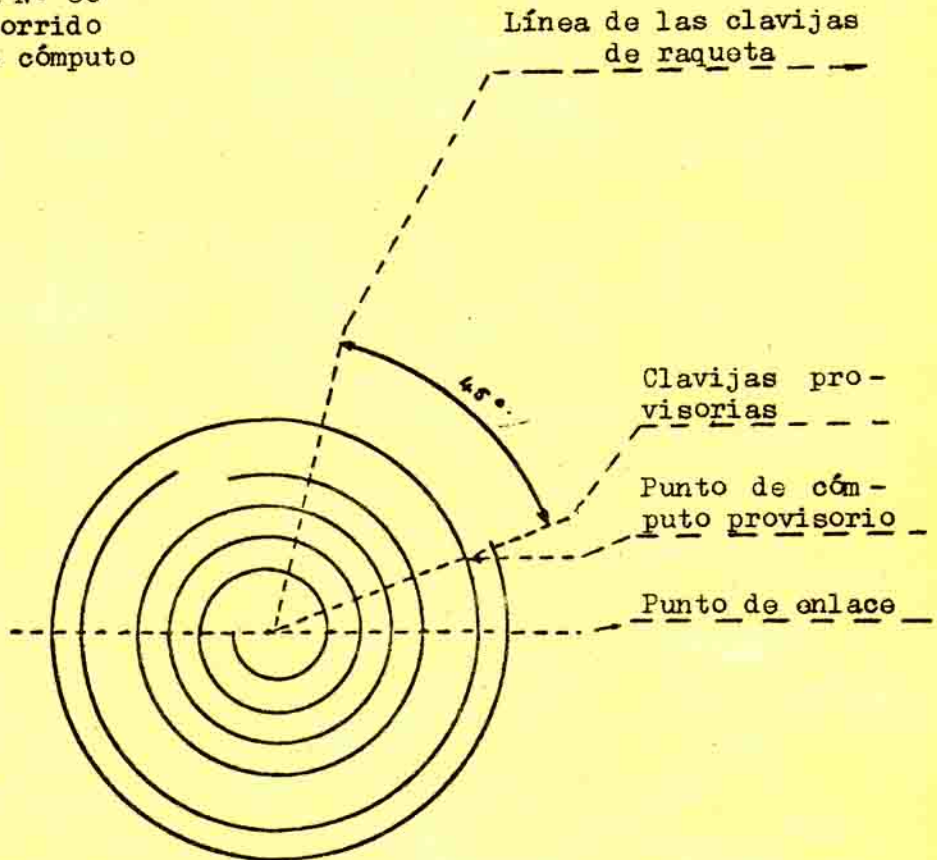

Fig. 8
6. Debido a que la curva terminal provoca un desplazamiento angular del punto de cómputo en dirección del exterior del espiral, leer este valor angular en la hoja de curvas, dada en el curso de afinación y transportarla sobre un croquis como indica la fig. 8.
7. Colocar el punto de cómputo provisional sobre la línea de las clavijas provisionarias. (Fig. 8) Cortar el espiral en el centro en el lugar donde se desee tener el punto de enlace. Si se debe quitar en el centro más de una vuelta de la longitud activa del espiral (es decir, desde el punto en que éste sale de la virola), cortar $1/4$ de vuelta más.